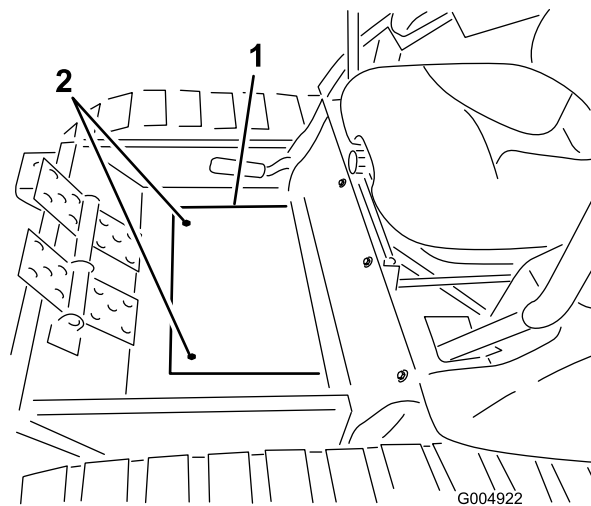

Figura 127
42. Instale la cubierta de la chapa de suelo del bastidor de invierno en el suelo con los tornillos que retiró anteriormente (Figura 127).